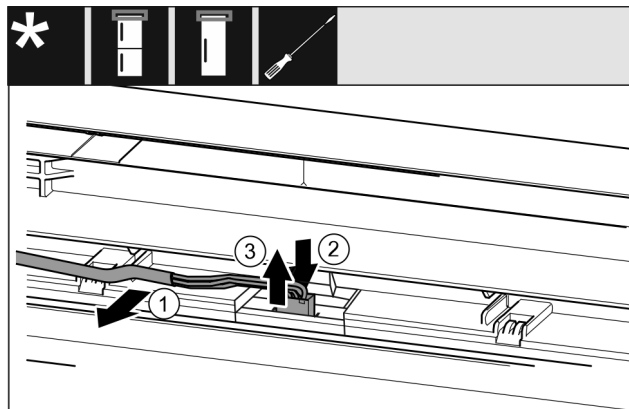

Fig. 21 Køle-/frysekombinationer / fryserne / køleskabe
- Løsn forsigtigt kablet Fig. 21 (1) fra føringen i døren.*
- Tryk lasken Fig. 21 (2) bag stikket tilbage.*
- Træk forsigtigt stikket Fig. 21 (3) op og ud.*